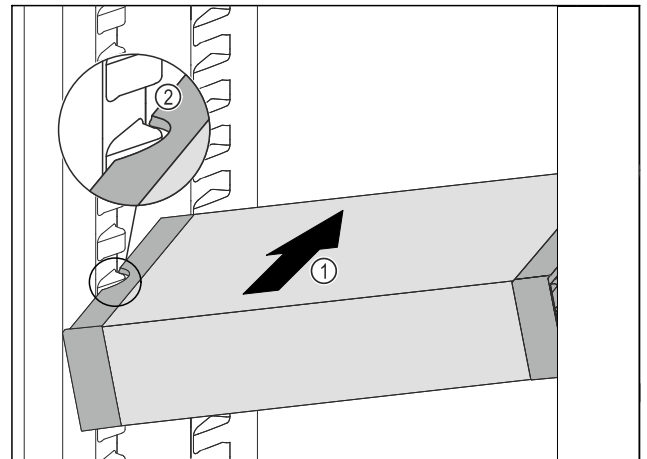

Fig. 82
- Inserire VarioSafe ad angolo nel vano frigorifero Fig. 82 (1), fino a quando le cavità laterali Fig. 82 (2) di VarioSafe non si trovano al livello della nervatura del contenitore nel vano frigorifero.